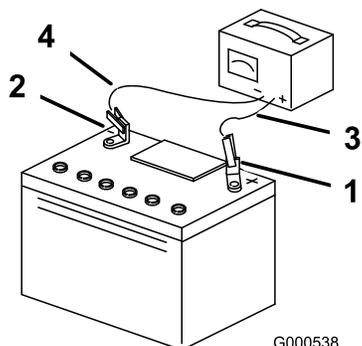

Figura 49
- Quando le batterie sono completamente cariche, staccate il caricabatterie dalla presa elettrica e scollegate i cavi di ricarica dai poli delle batterie (Figura 49).